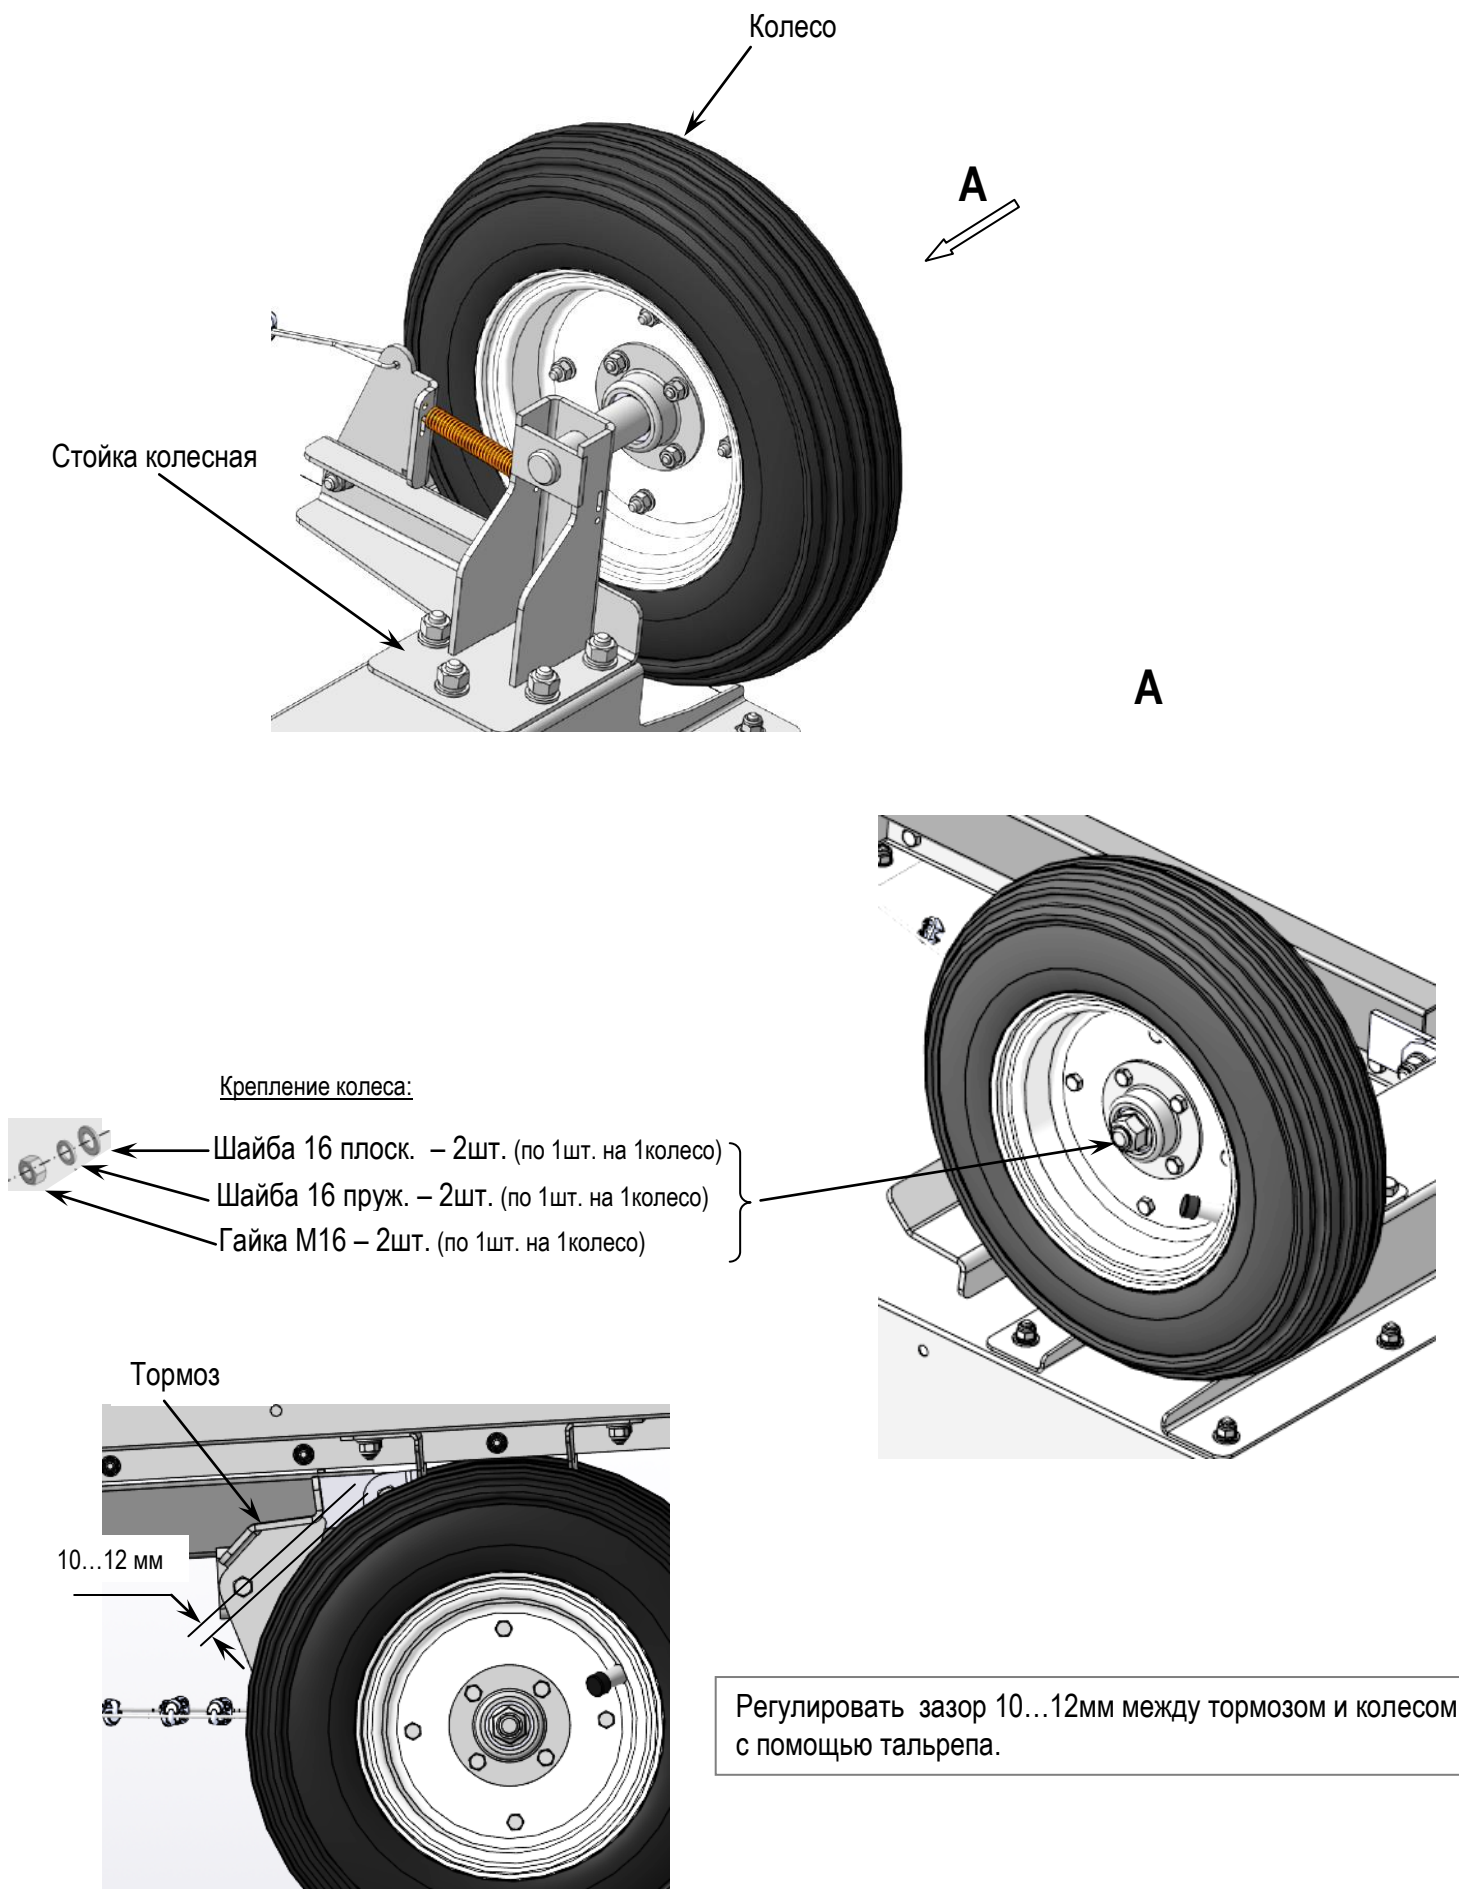

Рис.10 Схема сборки колес.
6. Установить колеса – Рис.10.